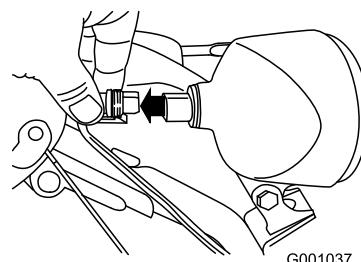

Figura 55
- Togliete il connettore del cavo dal retro del faro (Figura 55).